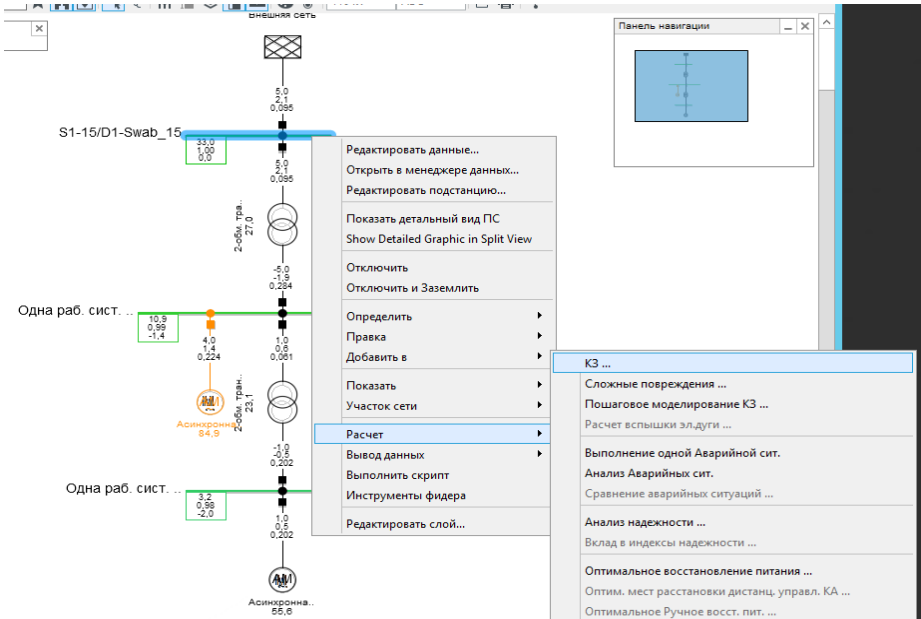

Рисунок 3.4 – Виконання розрахунку КЗ з однолінійної схеми
- Клацніть ПКМ на шині 11 кВ "D1_11a..." і виберіть опцію Розрахунок -> КЗ, як показано на рис. 3.4.